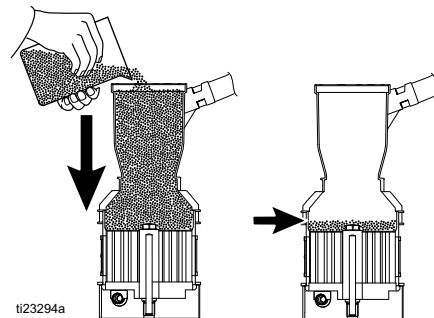

图 21
6. 完成当天的分配任务后，应继续向废料桶中出料，直到料位下降到熔化器的内核部分。参见图 21。